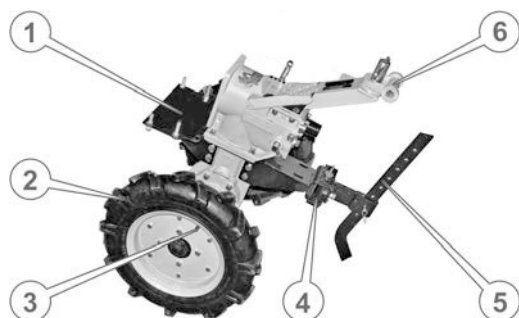

Рисунок 3 – Редуктор у зборі
7. Поставити центральний вузол на колеса, утримуючи його від падіння вперед або назад. Встановити в причіпну цапфу регулятор глибини обробки ґрунту, зафіксувати його пальцем і шплінтом, підняти регулятор у крайнє верхнє положення й опертися на нього мотоблок, який Ви складаєте (див. рис. 3).